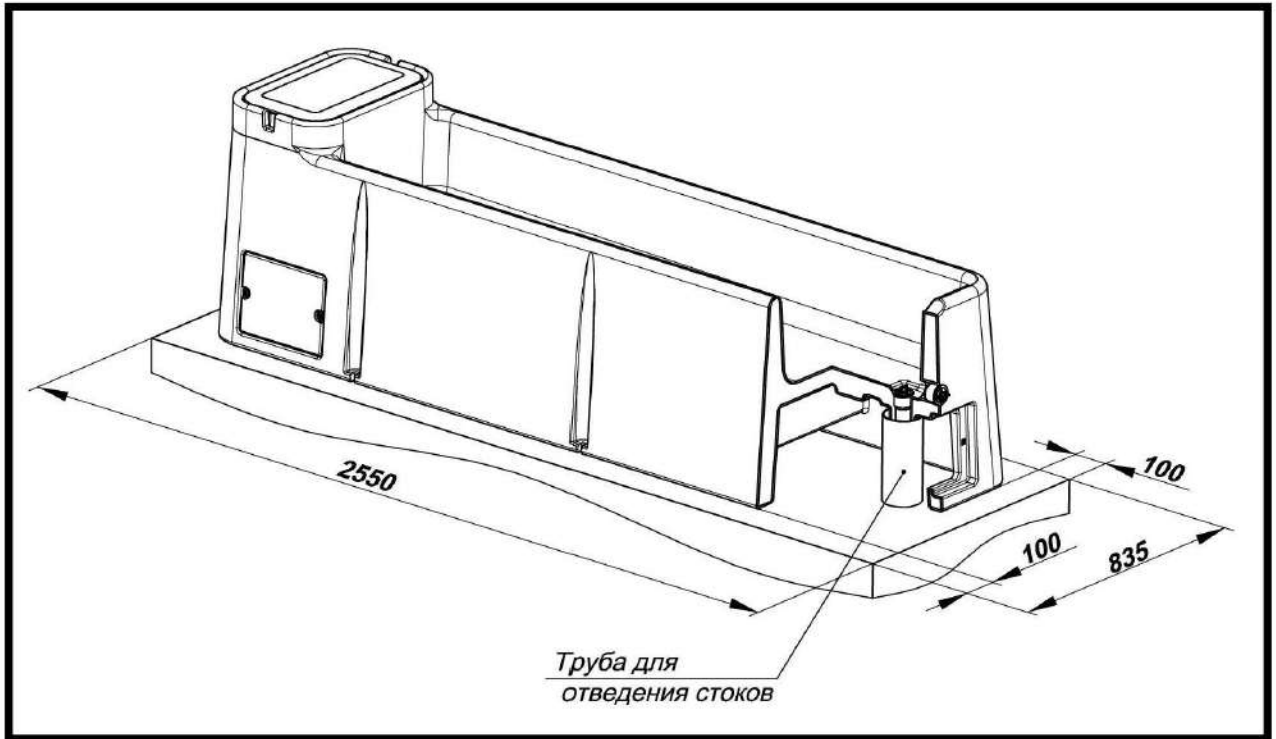

Рис. 4
- 2) Установите поилку так как показано на рис.4, для разметки крепления поилки к бетонной площадке клиновыми анкерами.